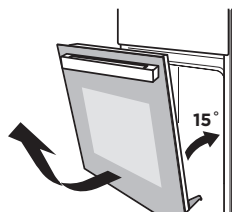

Figura 2
2. Mbyllni derën në një kënd afërsisht 15°. Ngrijeni dhe nxirrni derën ngadalë nga furra. (Figura 2)